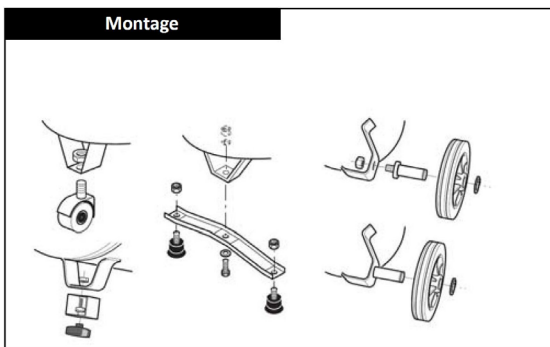

Abb. 3: Räder-Montage
Schritt 3: Montieren Sie gegebenenfalls zuerst die Räder und/oder Schwingungsschutzelemente (Abb. 3).